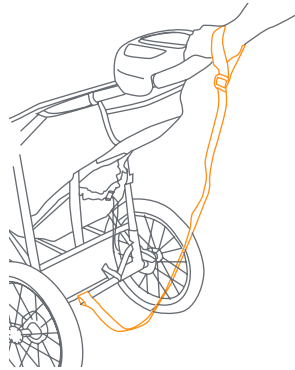
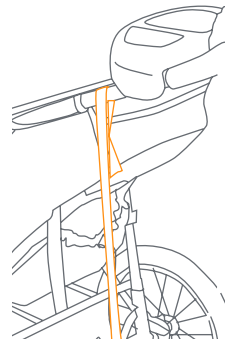

Fig. 23a
Fig. 23b
- **SAFETY WRIST STRAP:** Always connect the safety strap to either wrist when jogging. This strap will keep the stroller from rolling away in the event that you trip while running (Fig. 23a). The safety strap must remain connected to the rear lower frame cross member at all times. This location is intended to prevent the stroller being tipped backward in the event that you do fall to the ground. The safety strap includes a Velcro attachment for storage, on the left side of the stroller, when not in use (Fig. 23b).
- **CORREA DE SEGURIDAD PARA LA MUÑECA:** Siempre conecte la correa de seguridad a cualquiera de las muñecas al trotar. Esta correa evitará que el cochecito ruede fuera de su alcance en caso de que usted se tropiece mientras corre (Fig. 23a). La correa de seguridad debe permanecer conectada al travesaño del armazón inferior trasero en todo momento. Esta posición tiene como fin evitar que el cochecito se incline hacia atrás en caso de que usted se caiga al suelo. La correa de seguridad incluye un accesorio de Velcro para su almacenaje, a la izquierda del cochecito, cuando no está en uso (Fig. 23b).